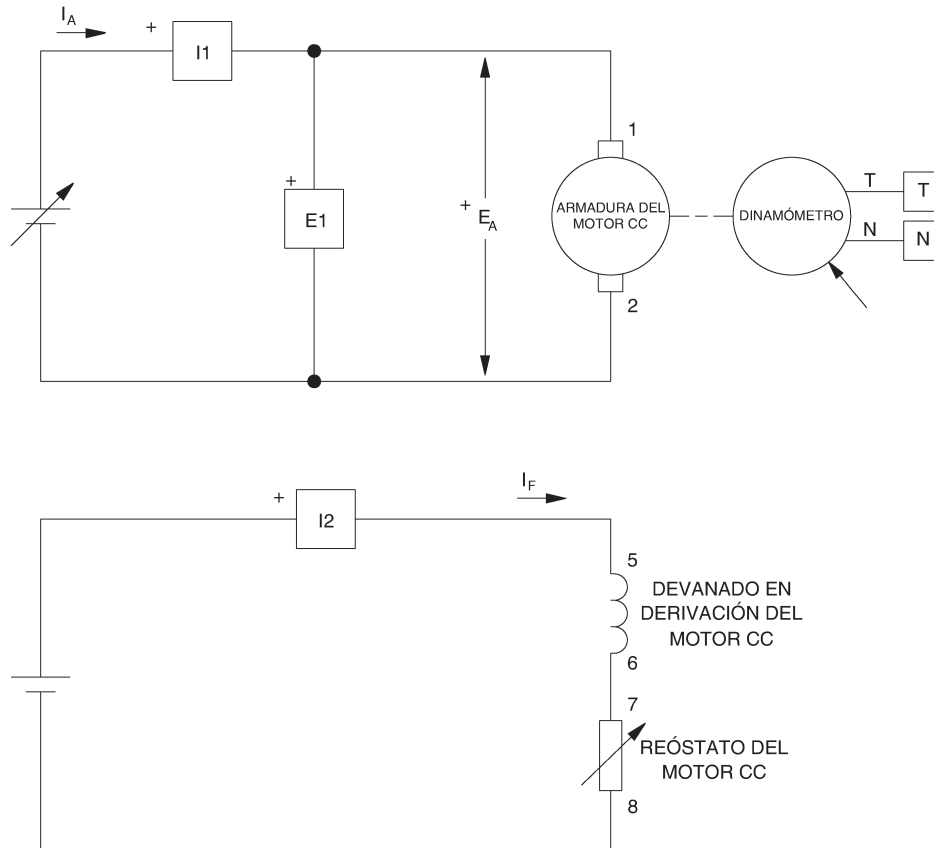

Figura 2-20. Motor CC con excitación independiente acoplado al Dinamómetro.
En la primera parte del ejercicio, usted montará el equipo en el Puesto de trabajo, lo conectará como lo muestra la Figura 2-20 y realizará los ajustes apropiados en el módulo Motor de impulsión / Dinamómetro.
- 5. Monte el circuito del motor c.c. con excitación independiente de la Figura 2-20. Note que este montaje es igual al que se empleó en el ejercicio anterior.